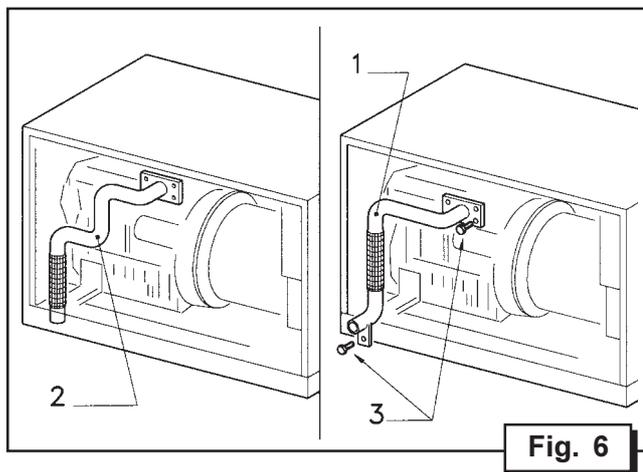

Fig. 6
Come descritto al paragrafo d), è disponibile un collettore di scarico, da sostituire allo standard (fig. 6 rif. 1), per posizionare la marmitta sulla parte inferiore del gruppo. Per eseguire tale sostituzione, è necessario rimuovere il portello di chiusura posteriore della cassa. Eseguita tale operazione, si accede con grande facilità alle viti che fissano il collettore standard al motore. Rimuovere le viti di fissaggio (fig. 6 rif. 3), e scollegare il collettore di scarico. Riposizionare il nuovo collettore (fig. 6 rif. 2) e rimontare una nuova guarnizione di tenuta qualora risultasse danneggiata; serrare con cura le viti di fissaggio e richiudere il portello posteriore.
As mentioned at paragraph d), an exhaust manifold is available to replace the standard model (Fig. 6 Ref. 1) so the exhaust can be fitted to the lower part of the generator. To carry out this replacement, it will be necessary to remove the rear door of the casing. Once this door has been removed, the screws fastening the standard manifold to the motor are easily accessible. Remove these screws (Fig. 6 Ref. 3) and the exhaust manifold. Fit the new manifold (Fig. 6 Ref. 2) and refit a new gasket if the old one is damaged. Carefully fasten the screws and replace the rear door.
Comme décrit au paragraphe d), un collecteur d'échappement est disponible, en remplacement du collecteur standard (Fig. 6 Réf. 1), afin de positionner le pot d'échappement sur la partie inférieure du groupe. Pour effectuer ce remplacement, il est nécessaire d'ôter le portillon de fermeture postérieur du carénage. Une fois cette opération effectuée, on accède très facilement aux vis qui fixent le collecteur standard au moteur. Enlever les vis de fixation (Fig. 6 Réf. 3) et ôter le collecteur d'échappement.
Positionner le nouveau collecteur (Fig. 6 Réf. 2) et monter un nouveau joint d'étanchéité si celui-ci est endommagé; serrer soigneusement les vis de fixation et refermer le portillon postérieur.
Wie in Abschnitt d) erwähnt wurde, kann der Standardkrümmer (Abb. 6, Pos. 1) durch einen anderen Auspuffkrümmer ersetzt werden, um den Auspufftopf unten am Aggregat anzubringen. Um dies tun zu können, muß die hintere Verschlussklappe am Gehäuse entfernt werden. Danach sind die Schrauben, mit denen der Standardkrümmer am Motor befestigt sind, sehr leicht erreichbar. Nun die Befestigungsschrauben entfernen (Abb. 6, Pos. 3) und den Auspuffkrümmer abnehmen. Den neuen Krümmer ansetzen (Abb. 6, Pos. 2) und eine neue Dichtung anbringen, falls die alte beschädigt wurde; die Befestigungsschrauben fest anziehen und die Hinterklappe schließen.
Tal como ha sido indicado en la precedente letra d), se encuentra disponible un colector de descarga que puede sustituir a aquél estándar (fig.6 ref.1) para instalar el silenciador en la parte inferior de la unidad. Para efectuar esta sustitución es necesario remover la portezuela de cierre posterior de la caja. Una vez efectuada esta operación se obtiene fácil acceso a los tornillos que fijan el colector estándar al motor. Retirar los tornillos de fijación (fig.6 ref.3) y desconectar el colector de descarga. Instalar el nuevo colector (fig.6 ref.2) y eventualmente sustituir la junta de retención en caso de estar dañada; apretar cuidadosamente los tornillos de fijación y cerrar la portezuela posterior.